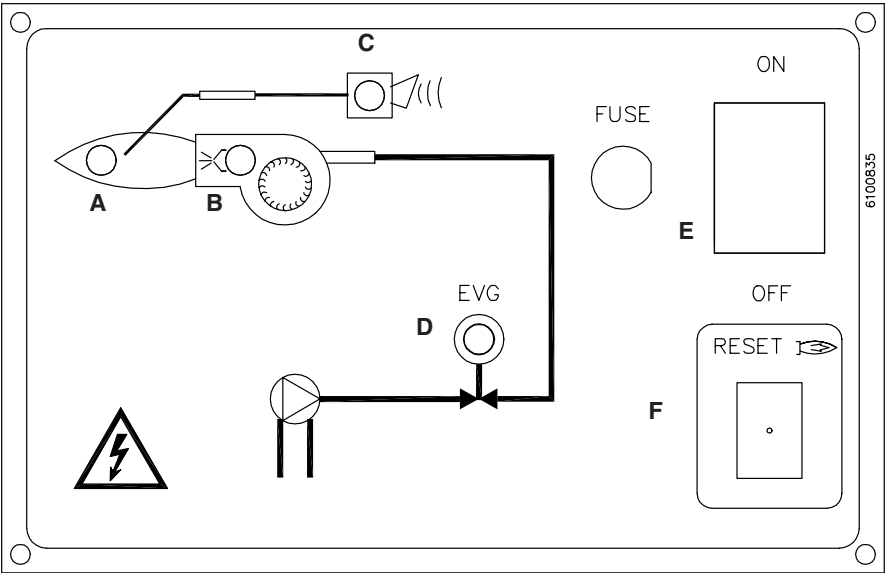

Fig. 17a - Quemadores monostadio
- Controle que la caja de control de la llama no se encuentre en la posición de bloqueo (luz indicadora C encendida), de ser necesario, desbloquéela mediante el botón de desbloqueo (F en la Fig. 17a), en el cuadro frontal del quemador.